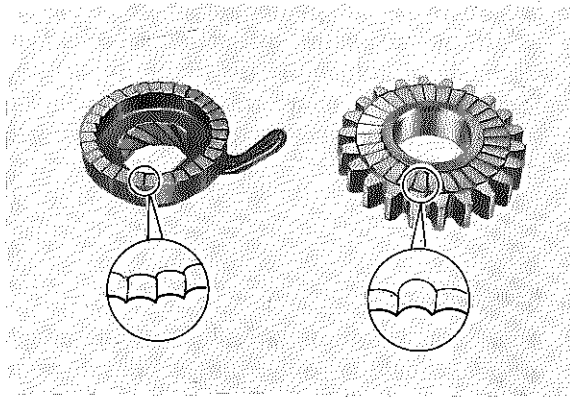

Fig. 3-3-31
5. Check the ratchet wheel and kick gear for scratches and streaks. If any streak is found, replace either or both of them. (Fig. 3-3-31)
5. Vérifier si la roue à chien et l'engrenage du kick ne sont pas rayés. Si nécessaire, remplacer une ou les deux pièces. (Fig. 3-3-31).
5. Schaltrad und Kickstarterzahnrad auf Kratzer prüfen. Wenn solche festgestellt werden, das entsprechende Rad bzw. beide Räder erneuern. (Fig. 3-3-31)